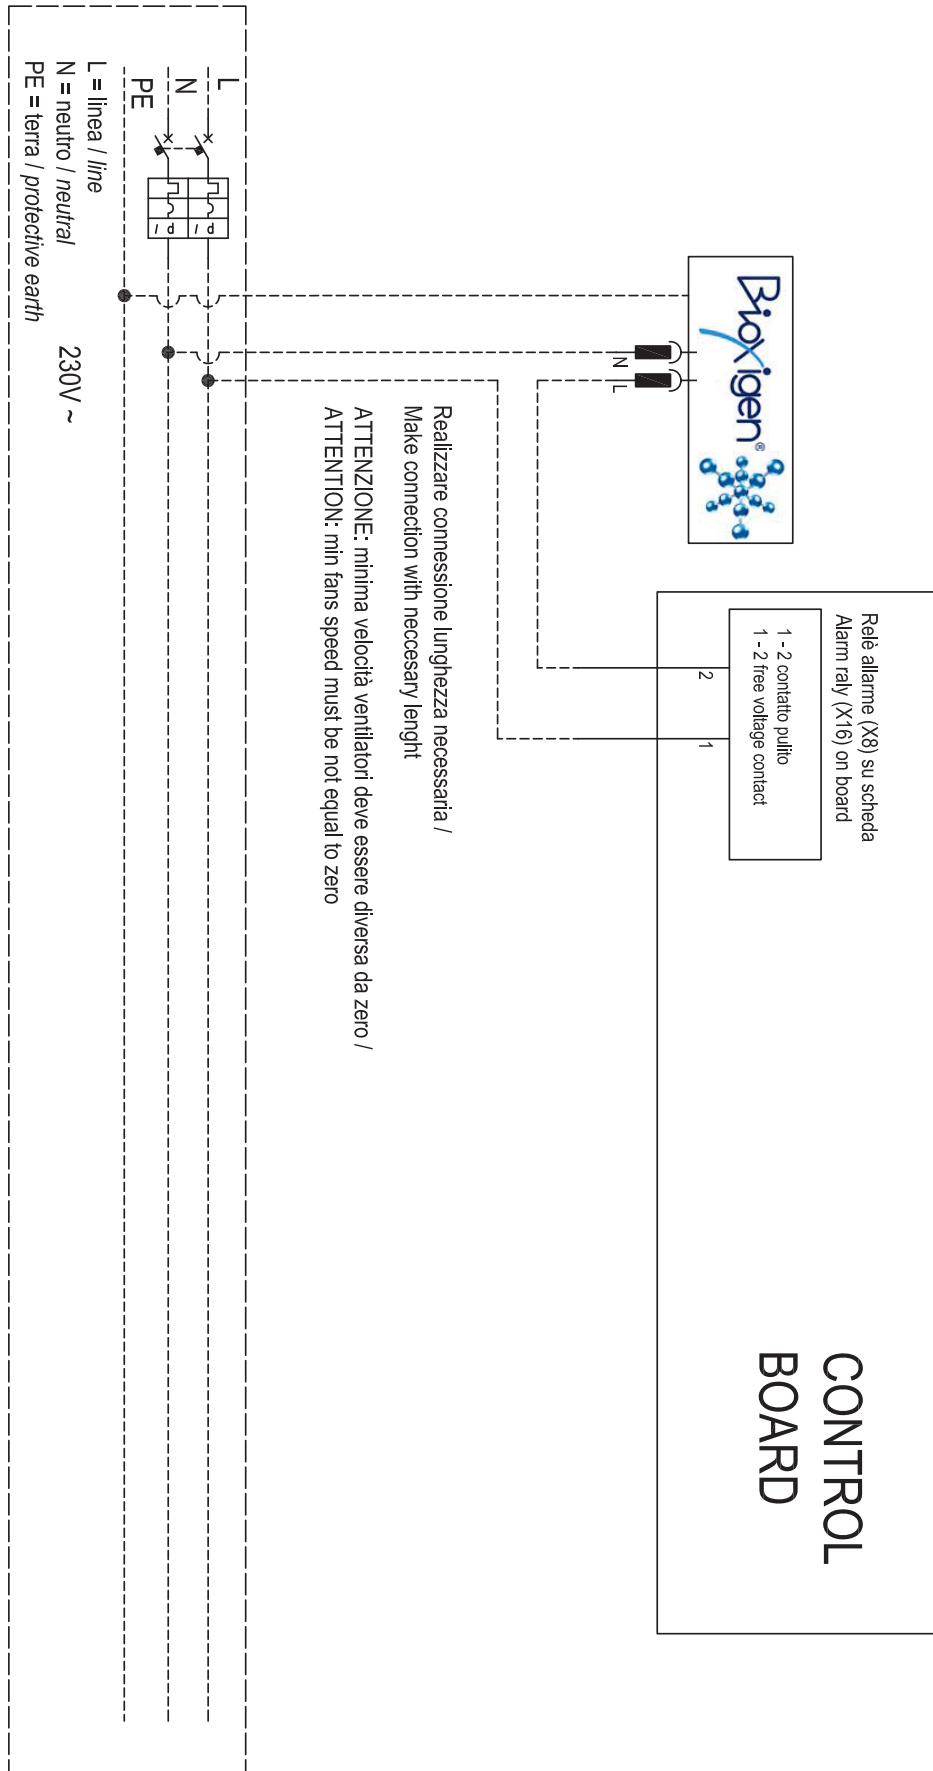

fig. 10
- Prima di mettere in funzione il dispositivo controllare la perfetta integrità dei vari componenti e dell'impianto elettrico a cui va collegata (fig. 10).
- *Before starting the device, check that the various components and the electrical system the device is connected to are in perfect order (fig. 10).*